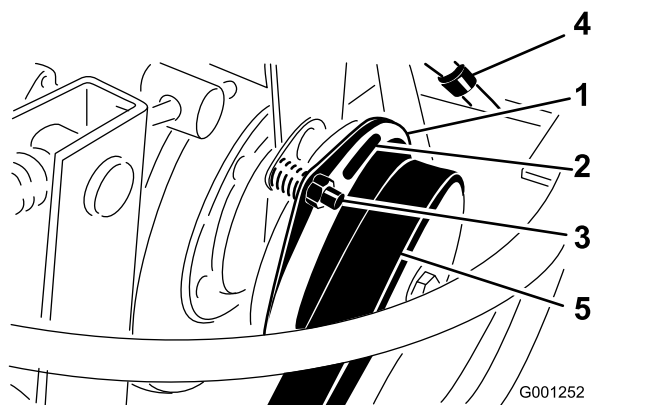

Figure 77
3. Réglez l'entrefer de façon à pouvoir passer une jauge d'épaisseur de 0,4 mm entre la garniture d'embrayage et la plaque de frottement en poussant légèrement (Figure 77).
Remarque: Pour diminuer l'entrefer, tournez l'écrou de réglage dans le sens horaire (Figure 77). L'entrefer ne doit pas dépasser 0,7 mm. Réglez les 3 entrefers.